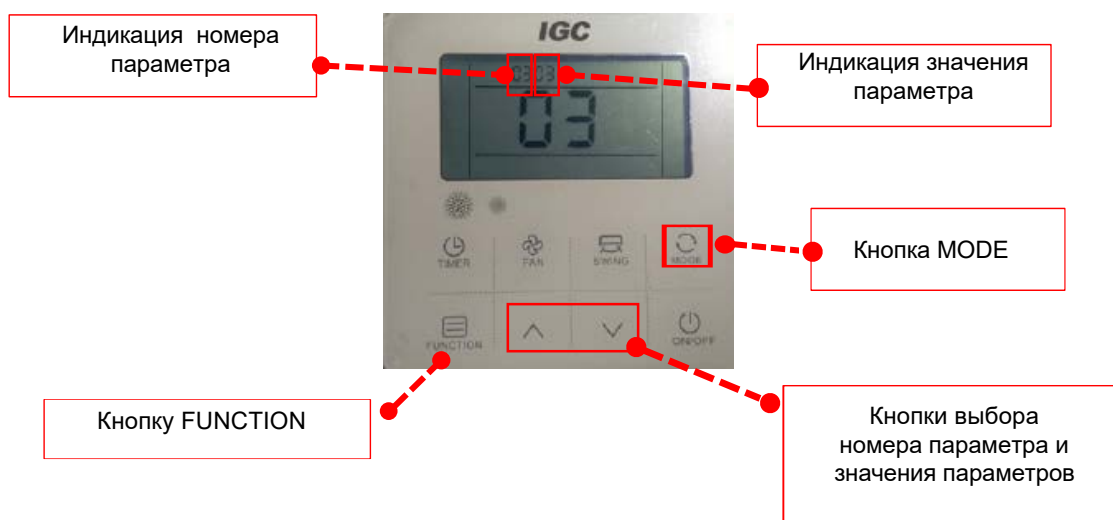

Рис. 1.7
- Порядок настройки функций в контроллере (рис.1.7)**